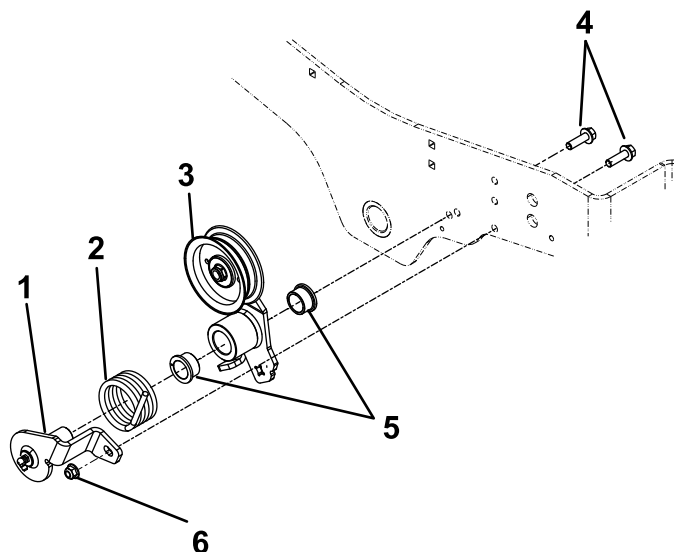

**Bild 5**
2. Montieren Sie den Schmiernippel in der Spannscheibenstütze, wie in Bild 5 dargestellt.